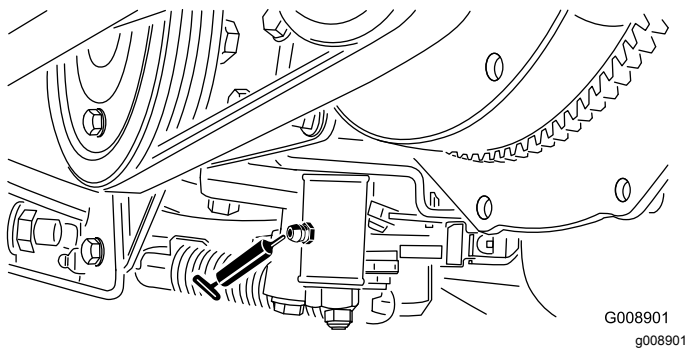

Figura 39
- Mecanismo de ajuste neutro (**Figura 39**)